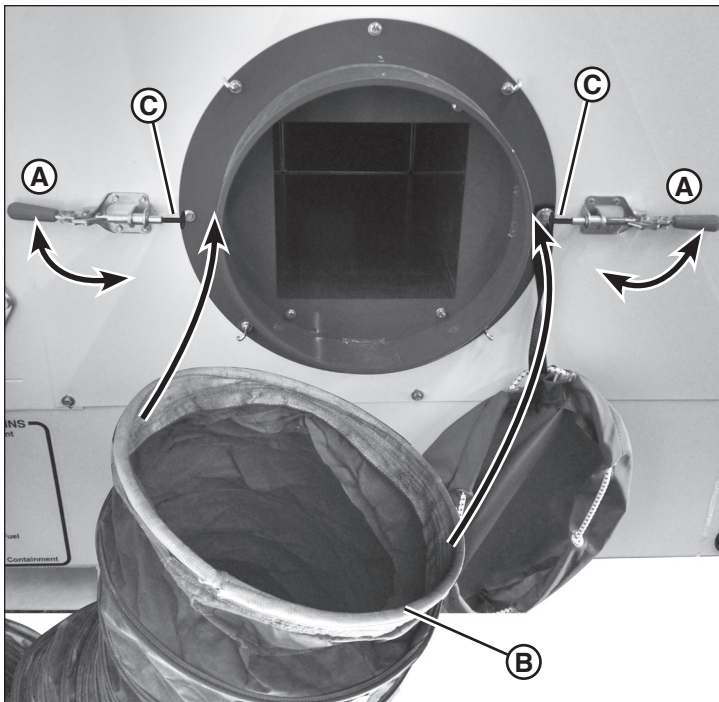

Figura 16
2. Para abrir las abrazaderas (A, Figura 16, no todos los modelos) mueva las palancas de las abrazaderas hacia afuera del conducto del calentador.
3. Instale el manguito del conducto flexible del calentador (B, Figura 16) sobre el conducto del calentador. Fíjelo con las abrazaderas (si están equipadas). Ajuste las almohadillas roscadas de abrazadera (C) para asegurarse de que los conductos queden fijos al conducto del calentador.